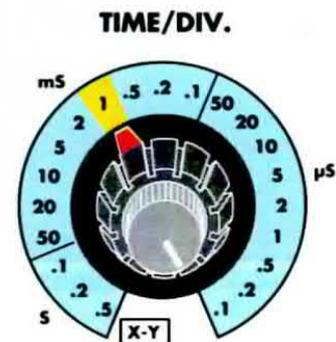

Fig.4 Ruotate il selettore del Time/div. sulla posizione 1 millisecondo per vedere un segnale come visibile nelle figg.8-9-10.
- ruotare il selettore **Time/div.** (vedi fig.4) sul tempo di **1 millisecondo** in modo da vedere sullo schermo un'ampia **fascia di segnale** (vedi fig.9), quando sull'ingresso dell'Oscilloscopio viene applicato il segnale prelevato dal **Generatore RF**;
E = selettore della Base dei Tempi chiamato anche Time/div. (vedi fig.4)